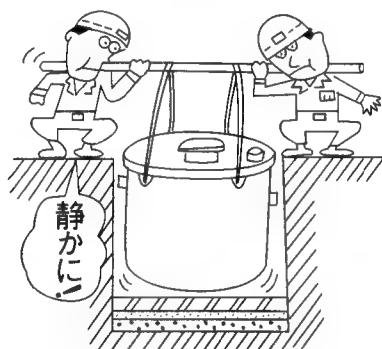

図7
②槽本体を定位置に設置する前にベース表面上にある石等の突起物及びゴミ等を排除し、FRP本体の損傷がないよう注意します。
③槽本体を流入管、放流管の位置に合わせて静かに定着させます。(図7参照)